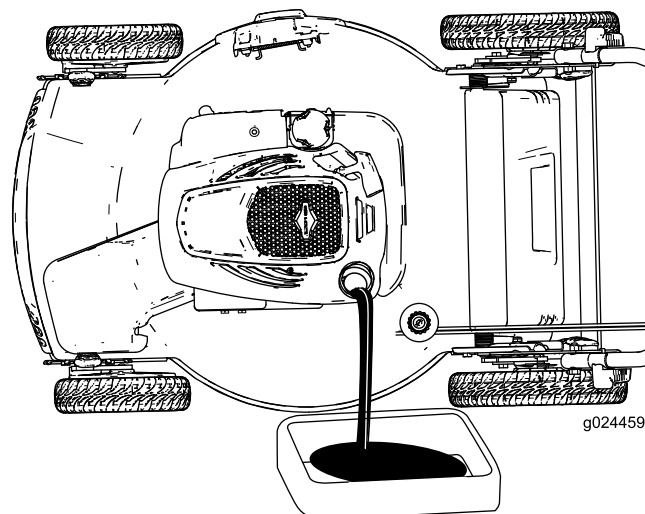

Figura 24
4. Coloque la máquina de lado con la varilla de aceite hacia abajo (Figura 24) o ponga la máquina en la